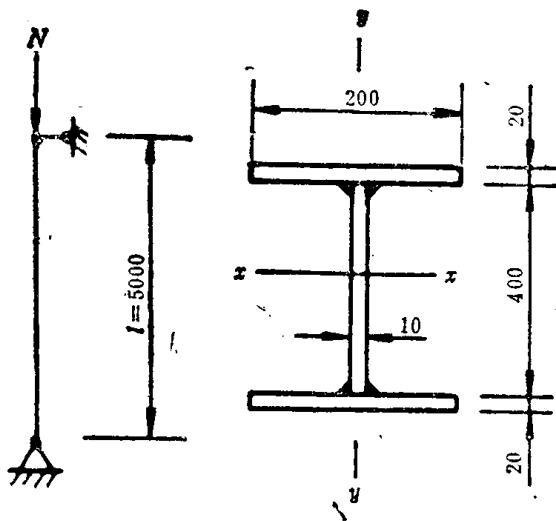

图 4-5
- 4-10 试计算轴心压杆的临界应力及其稳定安全系数。杆长 $l = 5 \text{ m}$ ，截面型式和尺寸见图 4-5，材料为 Q 235，轴向力 $N = 1100 \text{ kN}$ ，许用应力 $[\sigma] = 175 \text{ MPa}$ 。